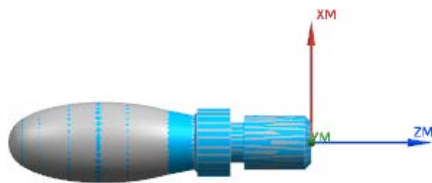

图 4.21 3D 仿真结果
Step3. 在“刀轨可视化”对话框中单击 **3D 动态** 选项卡，采用系统默认参数设置值；调整动画速度后单击“播放”按钮 ，即可观察到 3D 动态仿真加工，加工后结果如图 4.21 所示。